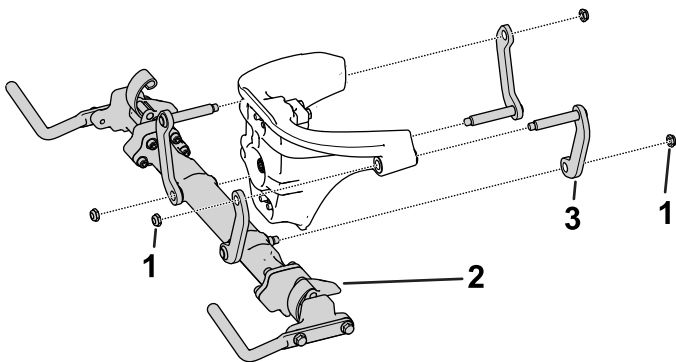

Figure 2
2. Déposez la traverse en desserrant puis en retirant les écrous qui fixent les bras des tiges de liaison à la tête de direction (Figure 2).
7. Montez la traverse sur la tête de direction (Figure 2).